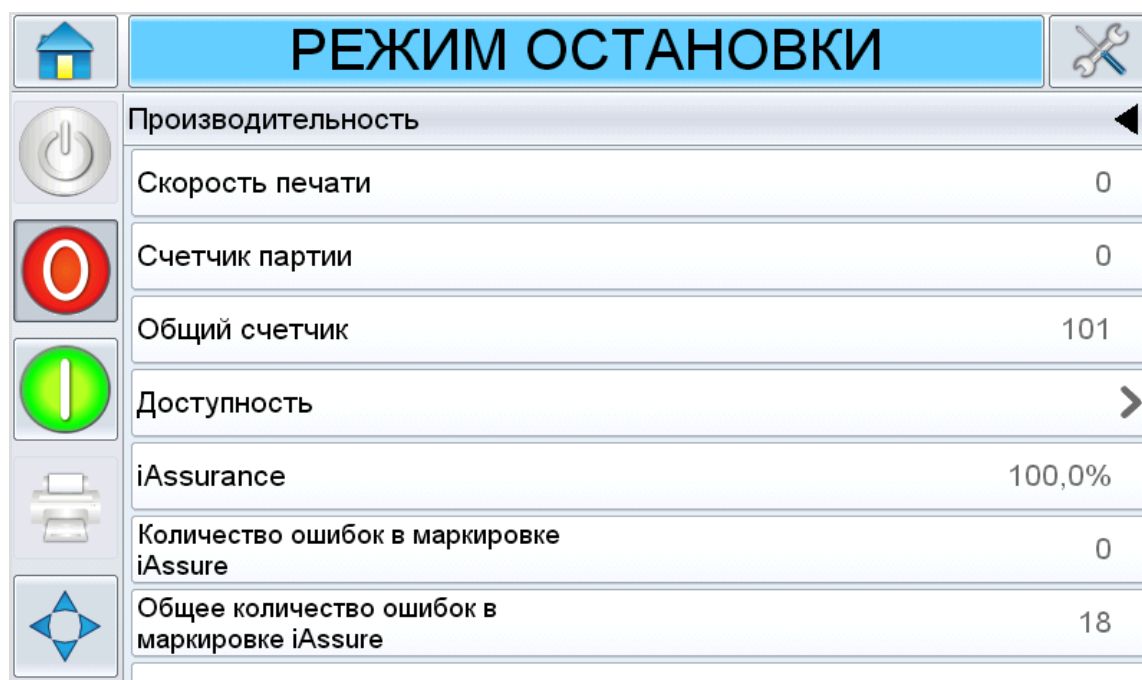

Рис. 5-4: Экран «Производительность»
Коснитесь участка Performance (Производительность) на Домашней странице. Откроется экран «Производительность», как показано на Рис. 5-4.
1. Коснитесь участка Performance (Производительность) на Домашней странице. Откроется экран Performance (Производительность), как показано на Рис. 5-4 на стр. 5-6. Прокрутите экран вниз к показателям iAssure. Дополнительную информацию об этих параметрах смотрите в Таблица 5-4 на стр. 5-6.